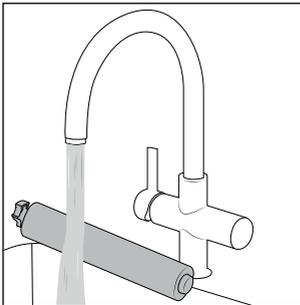

Fig. 35
- ◆ Limpie la protección antisalpicaduras **7** y el rodillo de cepillos **6** bajo el agua corriente caliente (consulte la fig. 35).